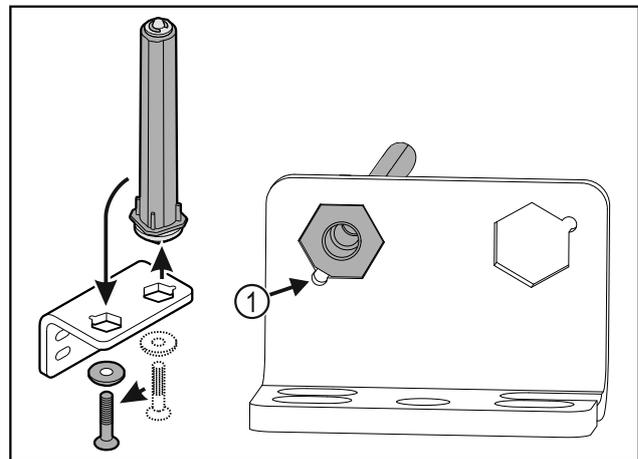

Fig. 31
- Verificare che durante l'inserimento lo smusso del perno Fig. 31 (1) sia rivolto verso il foro circolare.